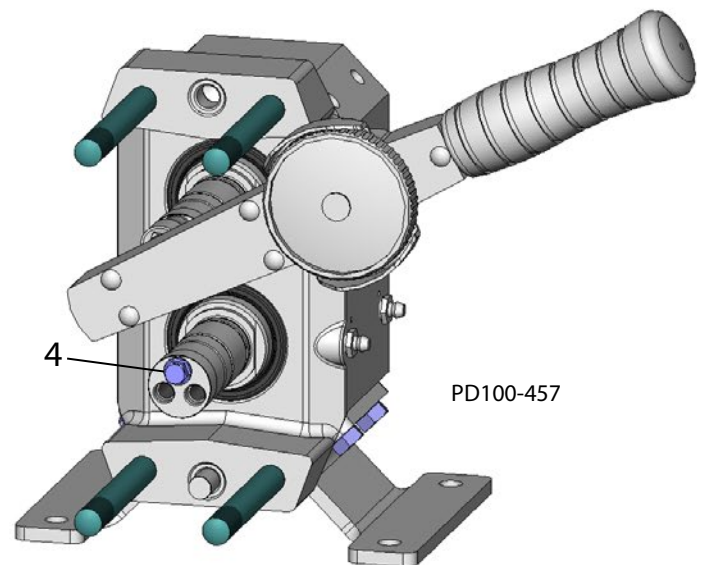

Figura 50: Comprobación del par de torsión de rotación
3. Instale un prisionero roscado (Figura 50, renglón 4) en uno de los agujeros roscados de cada uno de los ejes, y compruebe el par de torsión de rodamiento de cada conjunto de eje con un torquímetro.